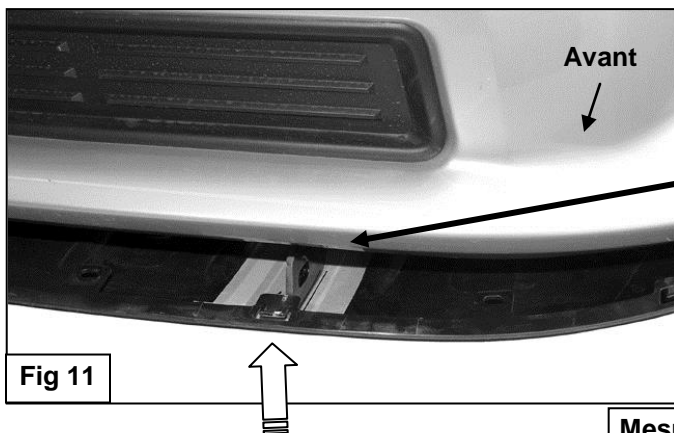
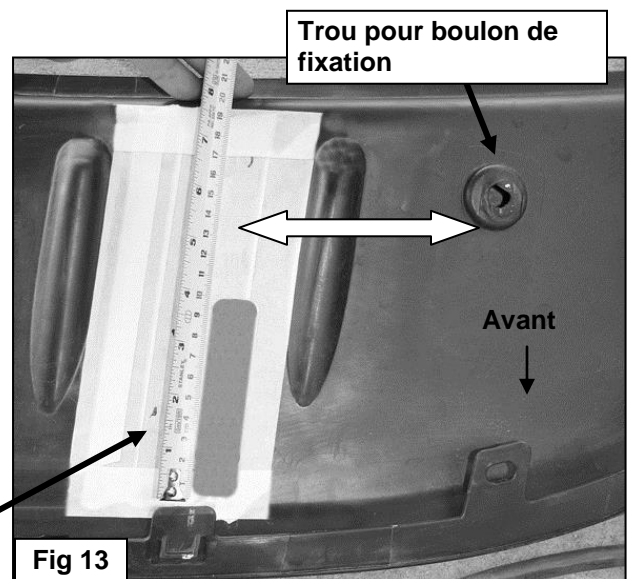

Fig 11
Fig 13
6. S'éloigner du véhicule pour vérifier que le pare-buffle est centré et positionné horizontalement sur le véhicule et effectuer les réglages nécessaires. Commencer par serrer uniquement les éléments de fixation qui maintiennent les supports de fixation sur le véhicule. Serrer ensuite uniquement les (4) boulons à tête hexagonale de 8 mm qui maintiennent les supports de tube sur le pare-buffle en suivant les instructions de l'étape 4. Ne pas serrer les éléments de fixation de 12 mm maintenant les supports de tube sur les supports de fixation. Enlever le pare-buffle avec les supports de tube montés.
7. Maintenir le pare-boue contre la garniture de pare-chocs et l'aligner sur les points de fixation (**Figure 11**). Marquer l'emplacement des supports de fixation au dos du pare-boue (**Figures 11 à 13**). Couper une fente mesurant environ 2,5 cm (1 po) de large et 10 cm (4 po) de long dans le pare-boue (**Figure 13**).
REMARQUE : La taille de la fente est donnée à titre indicatif et peut varier, car il existe différents modèles de pare-boue et de garnitures de pare-chocs avant. Par ailleurs, des découpes supplémentaires peuvent être nécessaires pour laisser passer la barre de support sur les véhicules équipés de crochets de remorquage. **IMPORTANT** : Pour éviter de fragiliser le pare-boue, couper la fente au plus juste. Ne pas couper les bords avant ou arrière de la garniture lors de la découpe (**Figure 13**). Faire d'abord plusieurs petites découpes et vérifier souvent l'ajustement pour soigner l'installation.